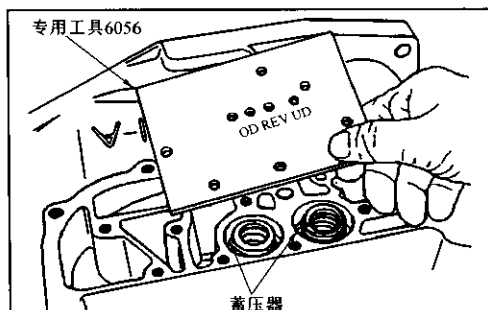

图 7-1-16 专用工具
②所使用的压缩空气必须是无尘、干燥的压缩空气,压力应 为 207 kPa。
③测试时,要拆下机油盘和阀体。
①拆下变速器油底壳和阀体。
②安装专用工具 6056,见图 7-1-16。